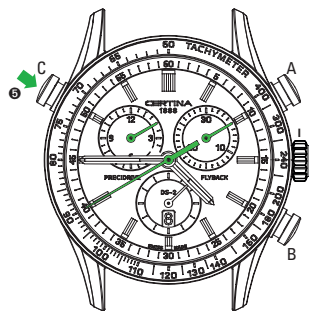

Рис. 8
**C** RESTART (ПОВТОРНЫЙ ПУСК) (навёрстывание) (см. рис. 8)